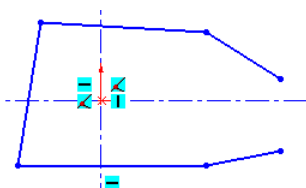

图 2.12.3 绘制五条直线
Step3. 绘制直线。选择下拉菜单  →  →  命令，在图形区绘制图 2.12.3 所示的五条直线。